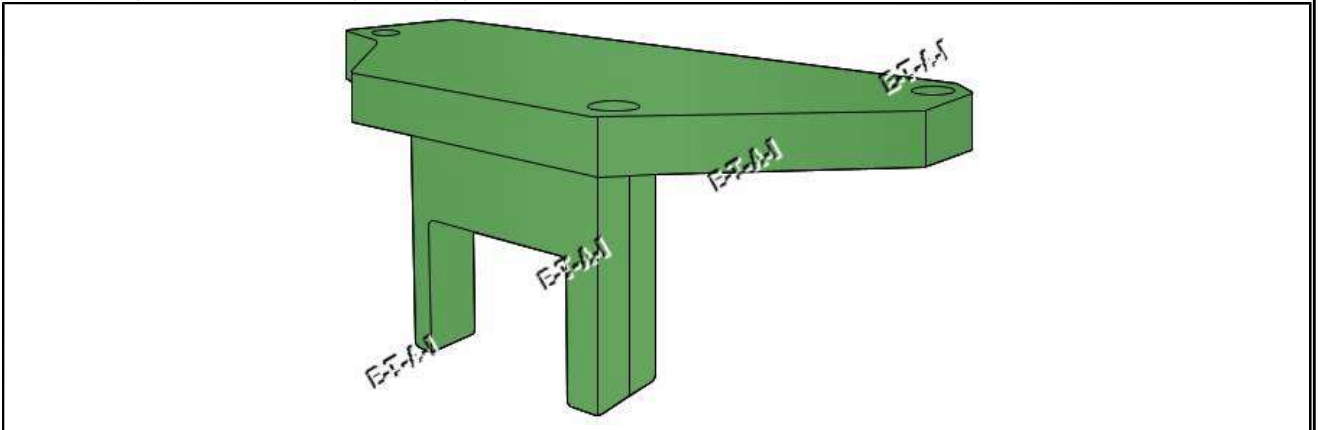

Fig.8
- Outil de blocage de l'arbre à cames : (0109-2C)Fig.8